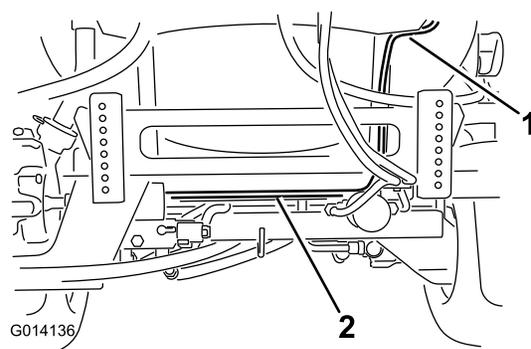

Figura 14
- Localize a cablagem eléctrica que sai da caixa de controlo da bobina de tubagem. Encaminhe a extremidade maior da cablagem com os terminais em anel e um conector de fusível através da traseira do patim do depósito e estrutura do veículo por detrás do suporte do actuador da rampa (Figura 14). Utilize uma braçadeira de plástico para prender a cablagem à estrutura.